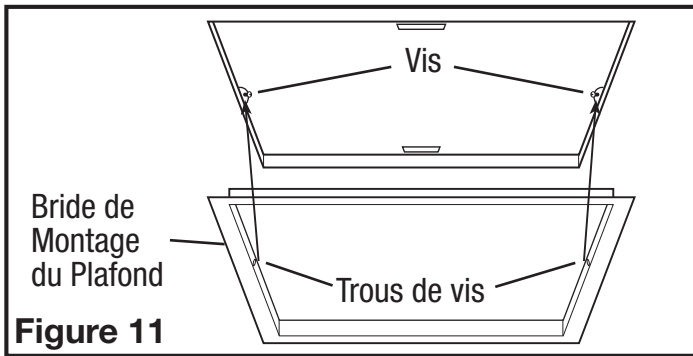

Figure 11
4. Installez la bride de montage au plafond pour couvrir tous les espaces qui existent entre le boîtier et le plafond fini. Retirez les deux vis qui relient la bride de montage au boîtier. Placez un scellant (non fourni) sur le bord intérieur de la bride de montage au plafond pour assurer que la bride est scellée au plafond. Alignez les trous de vis dans la bride de montage au plafond avec les trous de vis à l'intérieur du boîtier et appuyez la bride en place afin qu'elle soit bien serrée contre le plafond. Réinstallez les vis de la bride de montage à l'intérieur du boîtier (**Figure 11**).